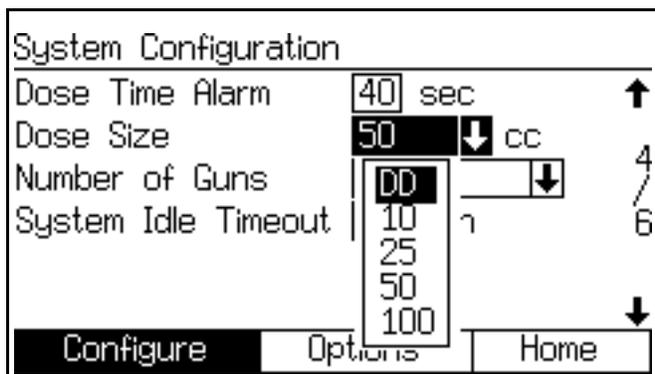

图 107. 配置屏幕 4，已选择动态分料
2. 导航到系统配置屏幕 4。在“剂量大小”下拉菜单中选择 DD。图 107。